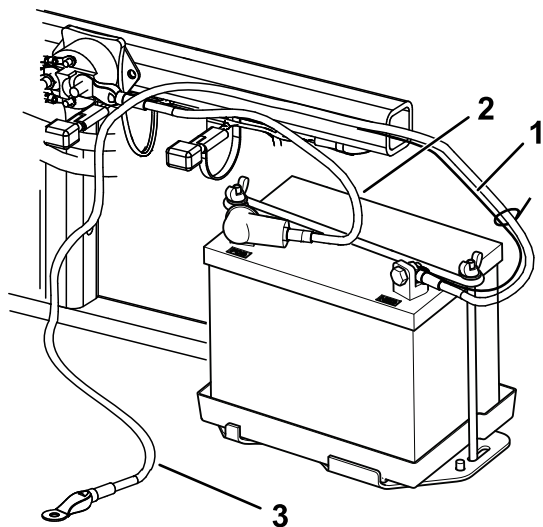

Figura 6
2. Fixe o cabo positivo (vermelho) ao terminal positivo (+) com um parafuso (¼ pol. x ⅝ pol.) e uma porca de bloqueio (Figura 6).
3. Fixe o pequeno cabo preto e o cabo negativo (preto) ao terminal negativo (-) da bateria com um parafuso ( $\frac{1}{4}$  pol. x  $\frac{5}{8}$  pol.) e uma porca de bloqueio ( $\frac{1}{4}$  pol.) (Figura 6).